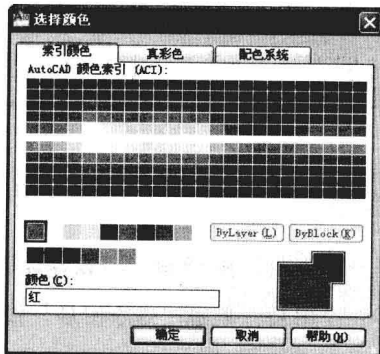

图 6-2-6
(8) 单击“点划线”图层右侧的颜色图标，即可打开选择颜色对话框，选择红色，单击“确定”按钮，如图 6-2-6 所示。